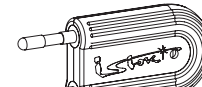

Рис. 2. СРЕДСТВО КОНТРОЛЯ
- В комплект поставки УСТРОЙСТВА может входить средство контроля зоны функционирования (имитатор искрения) – УЗДП-ск-001 (далее – СРЕДСТВО КОНТРОЛЯ), выполненное (рис.2) в виде вилки и вставляемое в стандартные розетки, находящиеся в составе защищаемой цепи. Информация о комплектации УСТРОЙСТВА СРЕДСТВОМ КОНТРОЛЯ УЗДП-ск-001 отражается в Свидетельстве об упаковке (п.14).